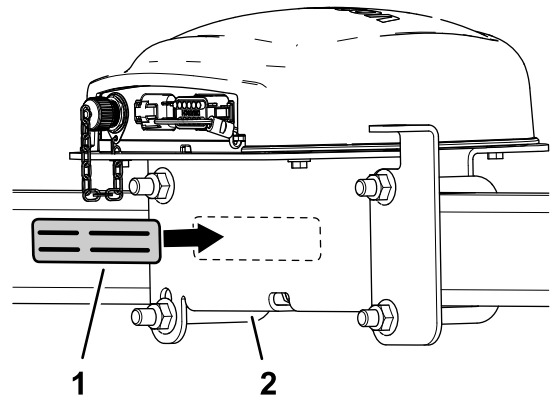

Figura 146
- Aplice a etiqueta com o número de série na montagem do recetor (Figura 146).